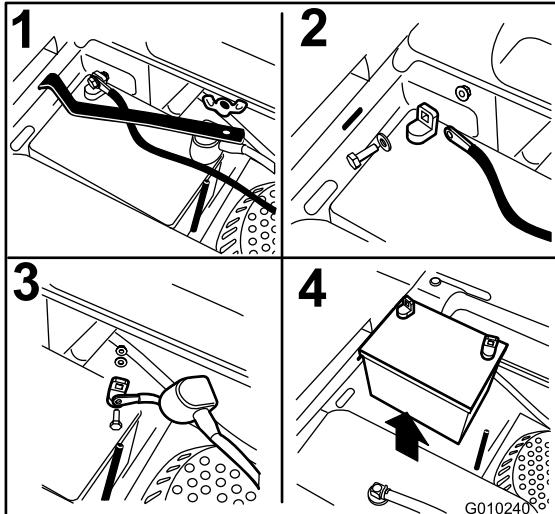

Figura 46
3. Retire la tuerca de orejeta que sujeta la abrazadera de la batería (Figura 46).
4. Primero desconecte el cable negativo (negro) del borne negativo (–) (negro) de la batería (Figura 46).
5. Retire la cubierta de goma roja del borne positivo (rojo) de la batería y retire el cable positivo (+) (rojo) (Figura 46).
6. Retire la abrazadera (Figura 46).
1. Coloque la batería en la bandeja, con los bornes frente al depósito de aceite hidráulico (Figura 46).
4. Fije los cables con 2 pernos, 2 arandelas, y 2 contratuerca (Figura 46).
6. Instale la abrazadera y sujetela con la tuerca de orejeta (Figura 46).